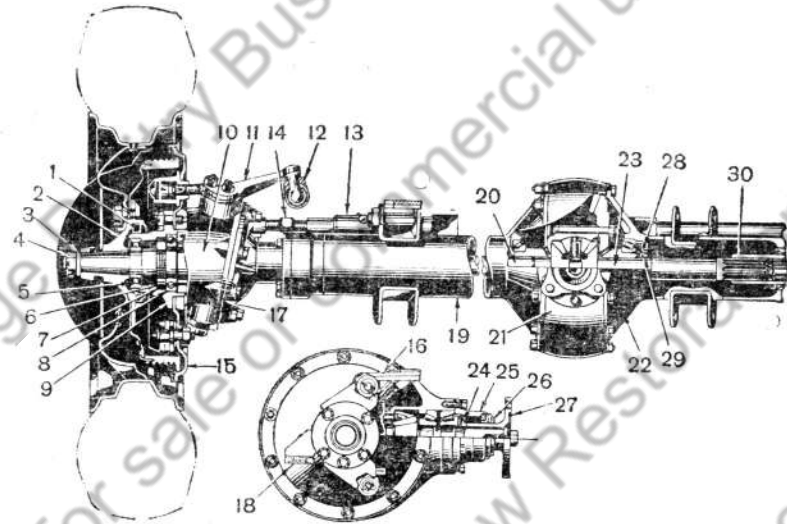
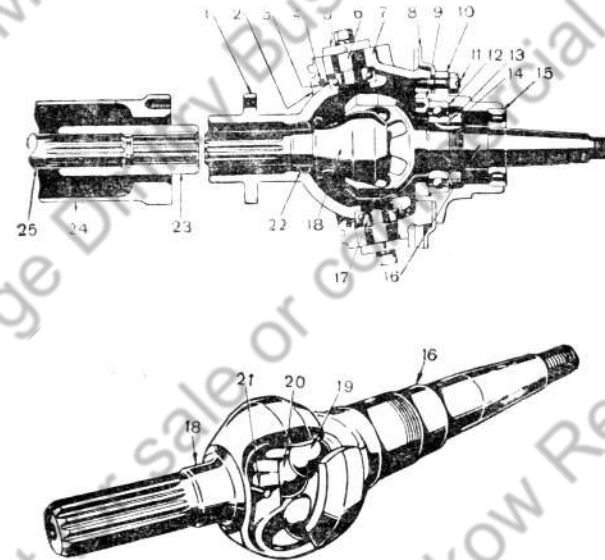

Рис. 32. Передний ведущий мост:
Рис. 33. Поворотный кулак:
Основные детали средней части моста одинаковы с деталями заднего моста. К ним относятся картер, подшипники, ведомая шестерня, коробка сателлитов, сателлиты, прокладки и крепеж. Специальными деталями переднего моста являются: ведущая шестерня 24 (рис. 32) по длине и форме хвостовика; полуоси — правая 23 и левая 20, разной длины, со шлицевыми концами вместо конуса; кожуха полуосей — правый 22 и левый 19 разной длины с фланцами для крепления поворотного кулака и специальными кронштейнами для
Поворотный кулак 7 (рис. 33) представляет собой шарообразный картер. К нему крепятся на шпильках щит 8 тор-
Ступица переднего колеса 2 (рис. 32) насаживается со шпонкой на конус наружного кулака и закрепляется гайкой 4 с шайбой 3 и шплинтом.
В верхней части левого кулака, вместо накладки 5 (рис. 33), крепится на четырёх шпильках и конусных разрезных сухарях поворотный рычаг 11 (рис. 32) с шаровым пальцем на конце, к которому присоединяется продольная рулевая тяга. Поперечная рулевая тяга 13 (рис. 32), имеющая регулировку для установки схождения колёс, вынесена вперёд моста.
4. Отвернуть пять болтов крепления шаровой опоры 1 (рис. 33) к кожуху полуоси.
1. Снять верхние и нижние накладки 5 (рис. 33) шкворней вместе с регулировочными прокладками. Для сохранения прежней регулировки набор снятых прокладок без изменения
Не реже чем через 1 500 км пробега необходимо производить регулировку натяга в шкворневых подшипниках 17 (рис. 33), регулировку соединений рулевых тяг и проверять крепление картера руля к раме.
4. Отвернуть восемь болтов, крепящих фланцы 17 (рис. 32) поворотного кулака.
5. Отвернуть болты крепления накладок 5 шкворней (рис. 33) сверху и снизу. Регулировочные прокладки, находящиеся под накладками на торцах обеих шкворней, не смешивать.
3. Отвернуть восемь болтов, крепящих фланцы 17 (рис. 32) поворотного кулака.